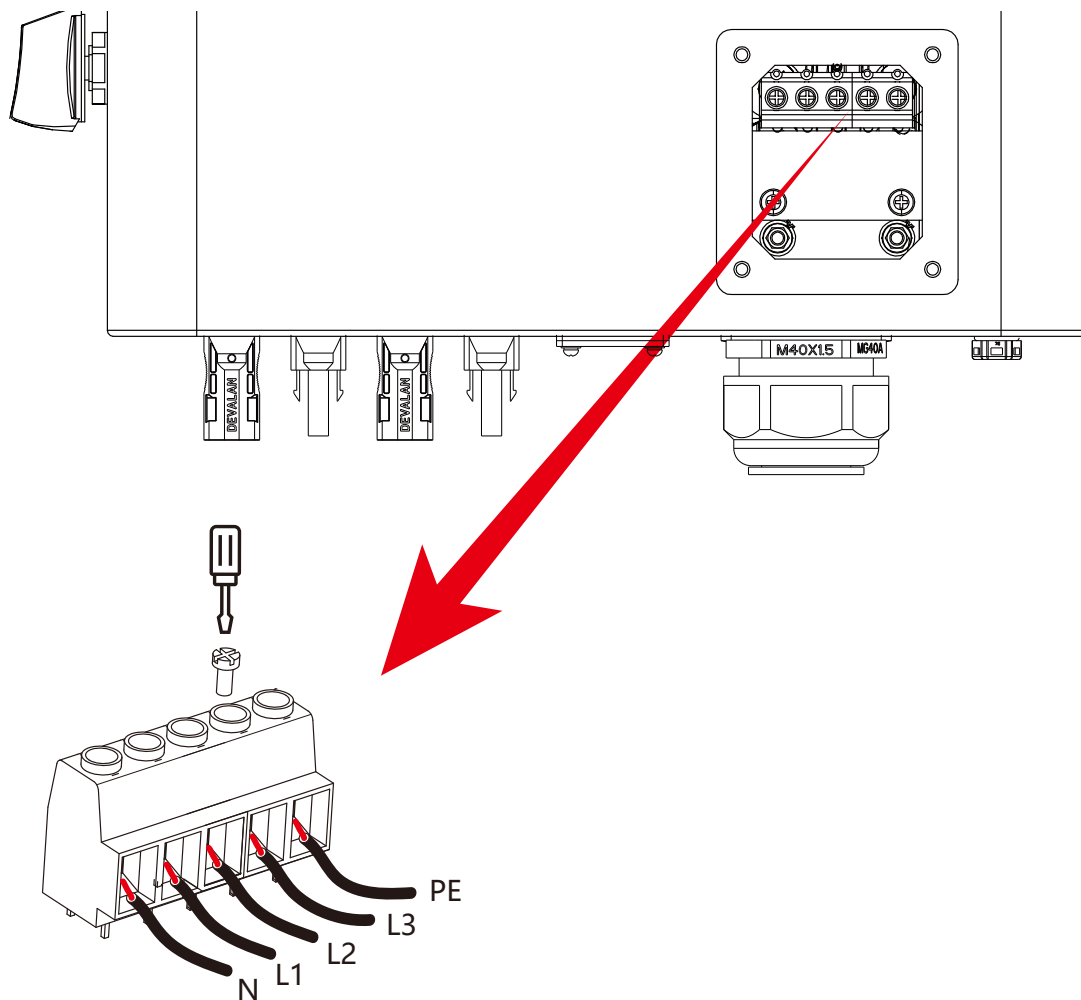

Figura 5.7 Conexão de entrada CA
3. Em seguida, insira os fios de saída CA de acordo com as polaridades indicadas no bloco de terminais e aperte os parafusos do terminal. Certifique-se de conectar os fios N/L1/L2/L3 e PE correspondentes aos terminais relacionados também.(conforme mostrado na figura 5.7).